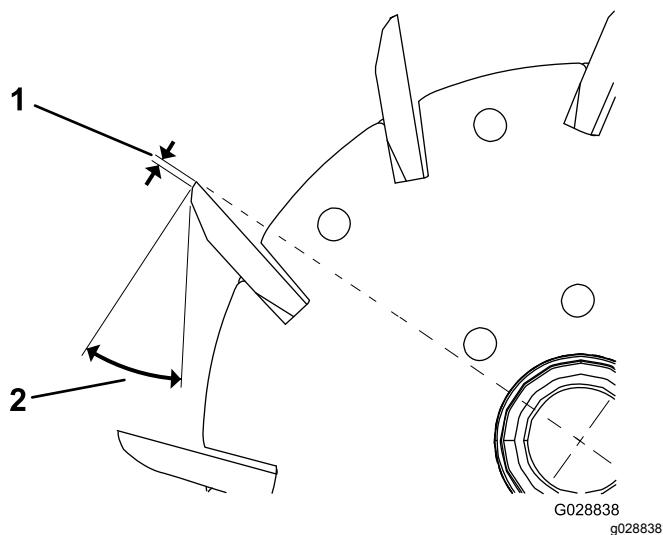

Figura 24
1. Aplique uma amolação de retificação de 30 graus em todas as lâminas do cilindro até que a folga tenha uma largura de 1,3 mm (Figura 23 e Figura 24).